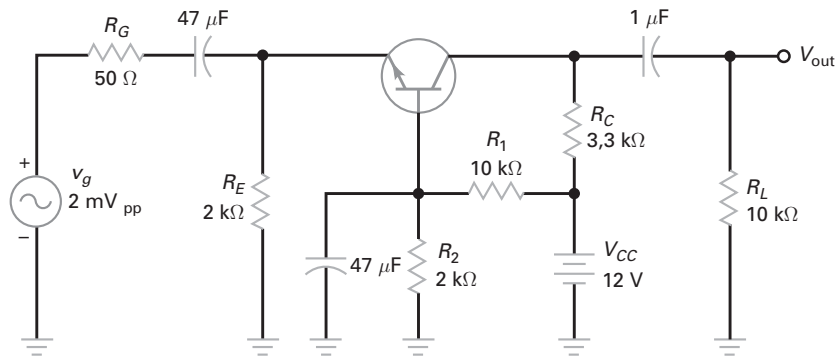

Figura 9-35
- 9-28** Na Figura 9-35, qual é a corrente no ponto Q?
- 9-29** Qual é o valor aproximado do ganho de tensão na Figura 9-35?
- 9-30** Na Figura 9-35, qual é a impedância de entrada vista pelo emissor? Qual é a impedância de entrada do estágio?
9-31 Na Figura 9-35, com uma entrada de 2 mV do gerador, qual é o valor de v_{out} ?
9-32 Na Figura 9-35, se a tensão de alimentação V_{CC} for aumentada para 15 V, qual será o valor de v_{out} ?
- 9-42** Na Figura 9-35, qual é a tensão de saída se o capacitor de desvio da base entrar em curto?